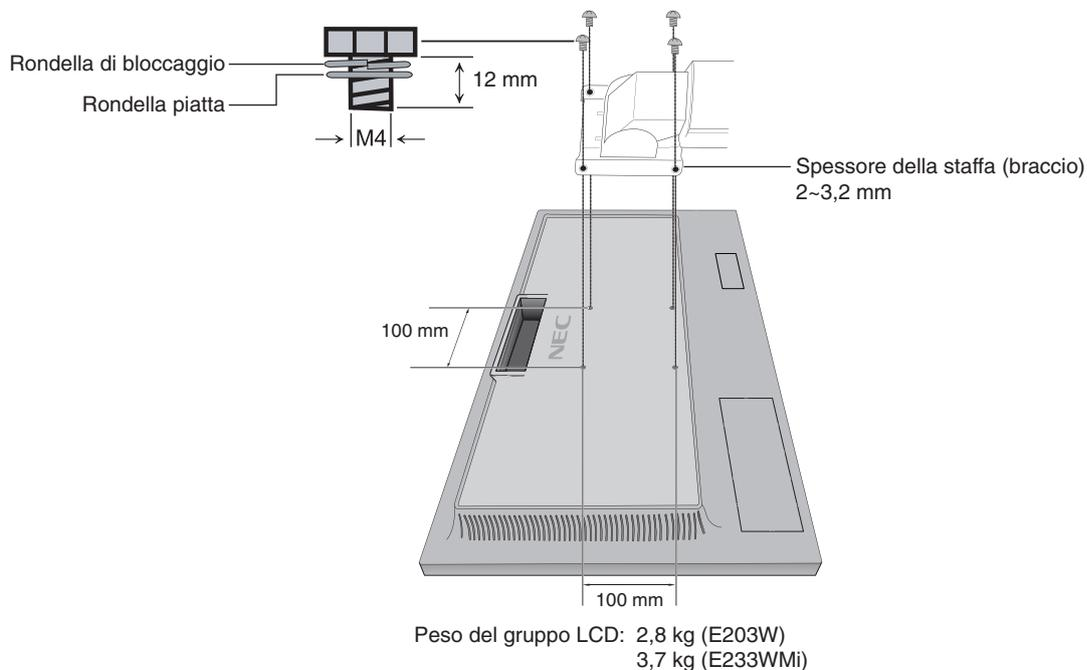

Figura F.1
2. Utilizzare le 4 viti rimosse dal supporto oppure le viti specificate per fissare il braccio al monitor (**Figura F.1**).
⚠ **ATTENZIONE:** Utilizzare SOLO le viti (4 pezzi) rimosse dal supporto o le viti specificate (**Figura F.1**) per evitare danni al monitor o al supporto.